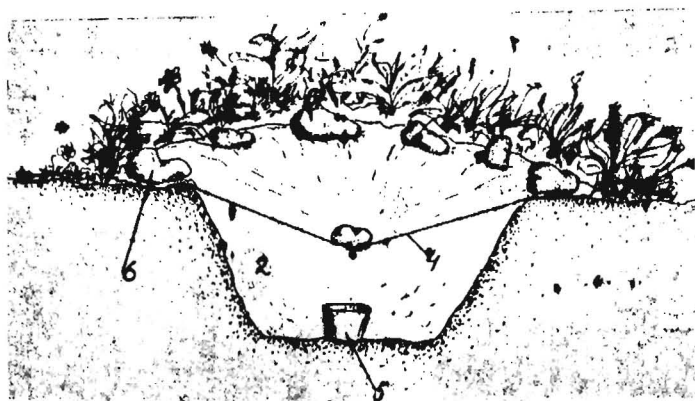

fig.2. Kuildestillator.
A. De kuildestillator(fig.2.). Deze wordt gevormd door over een kuil (2) plasticfolie (4) te spannen en vast te leggen met stenen (6). In het midden van de folie ligt een steen zodat, daar een lager punt gevormd wordt waar de waterdruppeltjes heen stromen om tenslotte in een pan te druppelen (5). Het doel van de kuildestillator is tweeledig: enerzijds weer het destilleren, anderzijds onttrekt hij water aan de bodem. In een droog gebied waar de grond nog vochtig is kan hij dus voor water voorziening zorgen. Is zout water aanwezig dan kan men zout water in de kuil gieten.